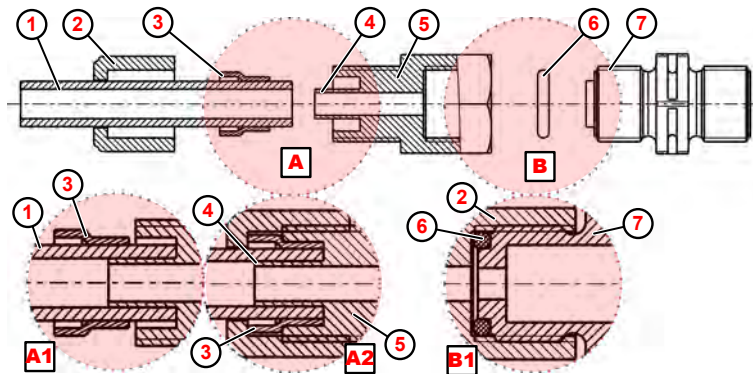

Fig. 7: Conexión de manguera y de tubo con manguito de apoyo integrado
1. ► Colocar la junta tórica ( Fig. 7 , ⑥ ) en la ranura de la válvula de descarga o aspiración ⑦ .
2. ► Apretar la unión roscada ⑤ (detalle B1).
3. ► Realizar un corte recto en la manguera ① .
4. ► Empujar la tuerca de unión ② sobre la manguera ① .
5. ► Empujar el anillo de apriete ③ sobre la manguera ① .
6. ► Empujar la manguera ① hasta el tope del manguito de apoyo ④ (detalle: A1).
7. ► Apretar la unión roscada ⑤ (detalle A2).